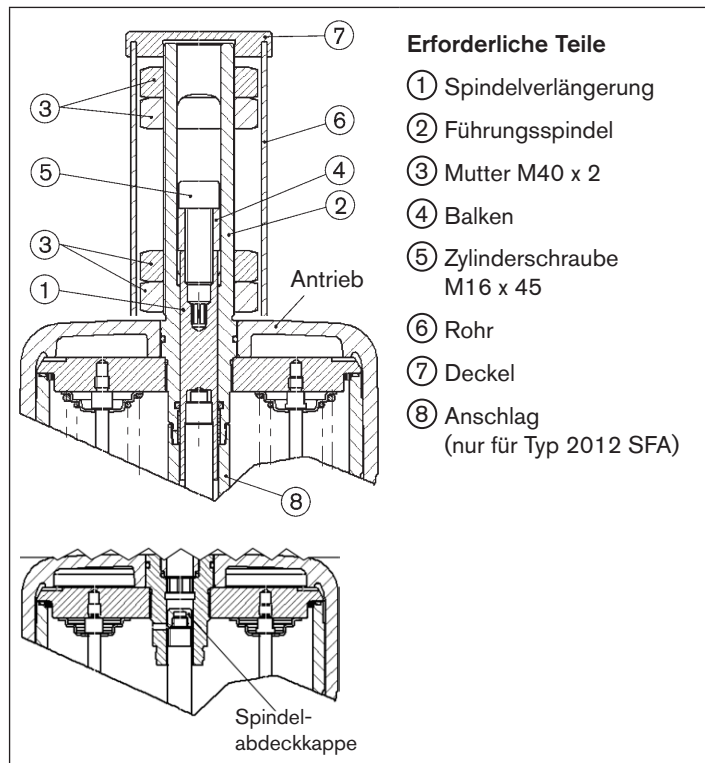

Bild 8: Antriebsgröße 175, 225 (Ø in mm)
- Klarsichthaube vom Antriebsdeckel ⑥ abschrauben (Sicherheitshinweise Kapitel „8“ auf Seite 33 beachten!).
- Stellsanzeige/Spindelabdeckkappe (gelbe Schraubkappe; siehe „Bild 8“) von Hand abschrauben.
- Spindelverlängerung ① leicht einfetten (Silikonfett OKS 1110).
- Spindelverlängerung ① (mit Innensechskantschlüssel SW8) auf Antriebsspindel aufschrauben (M16 x 1,5) und mit Loctite 274 sichern.
- Führungsspindel ② über Spindelverlängerung ① stecken.